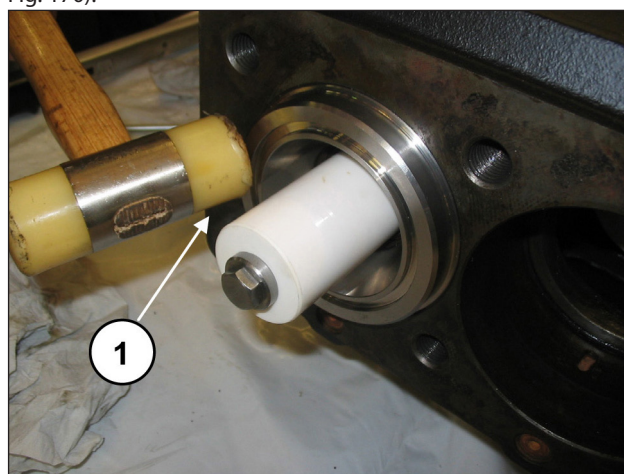
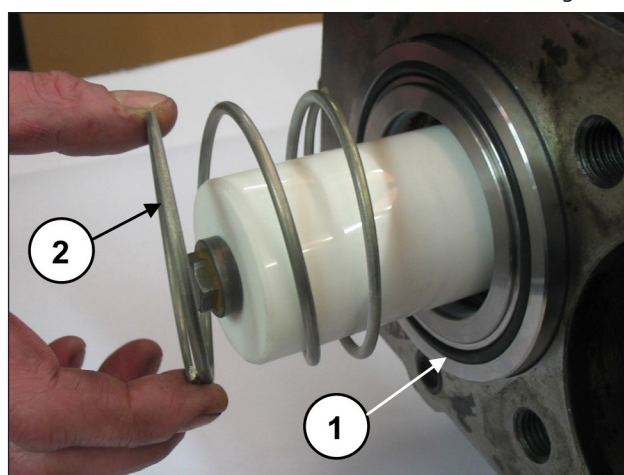

Fig. 169
Fig. 170
Certifique-se de que o bloco da camisa-suporte chegue a se posicionar até o fundo do assento (pos. ①, Fig. 169); monte agora o O-ring dianteiro da camisa e a mola (pos. ①②, Fig. 170).